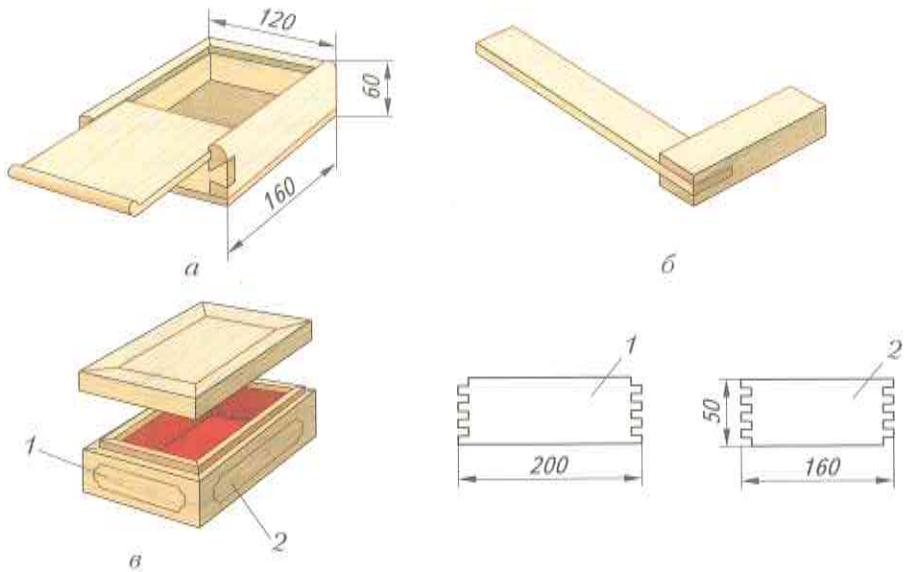

Рис. 21. Изделия из древесины с шиповыми соединениями: а – коробка для мелких деталей; б – угольник; в – шкатулка; 1, 2 – боковые стенки
- ! 1. Подготовьте бруски для деревянной рамки, изготовленные на практической работе № 7, или заготовки коробки (рис. 21, а), угольника (рис. 21, б), шкатулки (рис. 21, в), аптечки (см. Приложение, рис. 119), заготовки для своего проектного задания, где для изготовления изделия применяется шиповое соединение брусков.